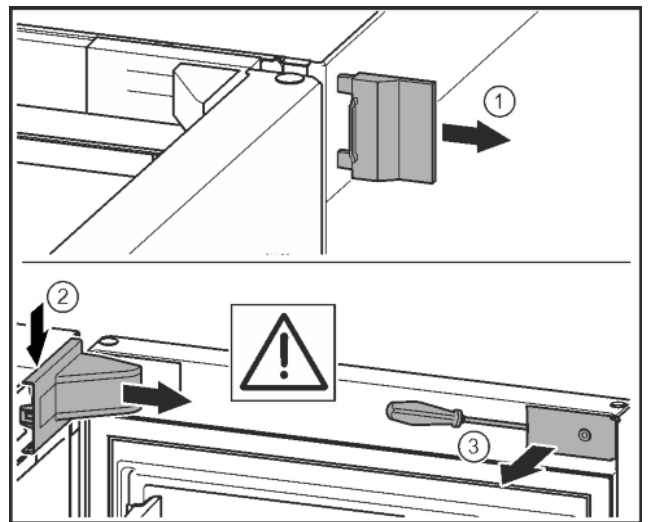

Fig. 10
- Зніміть зовнішню кришку. Fig. 10 (1)
- Звільніть і ослабте кришку опорного кронштейна. Зніміть кришку опорного кронштейна. Fig. 10 (2)
- За допомогою шліцевої викрутки звільніть від фіксатора та поверніть убік накладку. Fig. 10 (3)